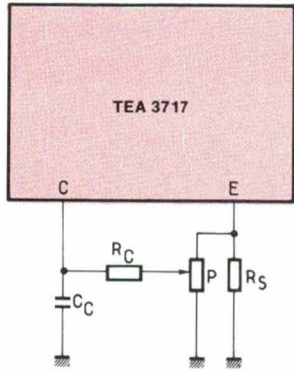

Fig. 12. - Variation continue du niveau de courant.
- en prélevant une partie de la tension aux bornes de R_S par un potentiomètre dont le point milieu attaque l'entrée comparateur (fig. 12).